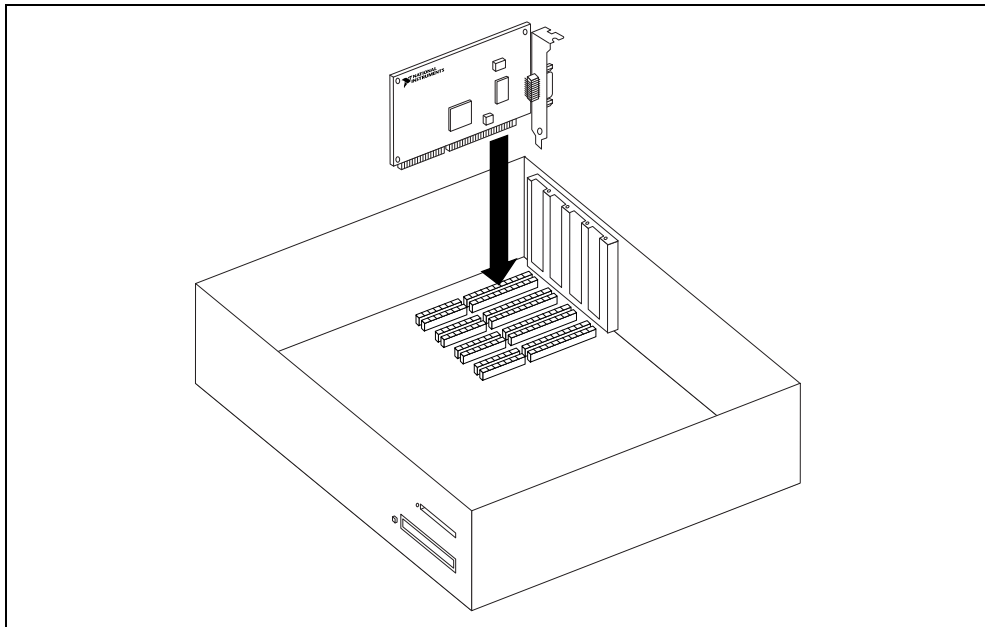

図 3 AT-GPIB/TNT の取り付け方法
6. 図 3 で示されているように、AT-GPIB/TNT ボードの GPIB コネクタが背面パネルから突き出た状態で、ボードをスロットに差し込みます。きつい場合もありますが、無理にボードを押し込まないでください。